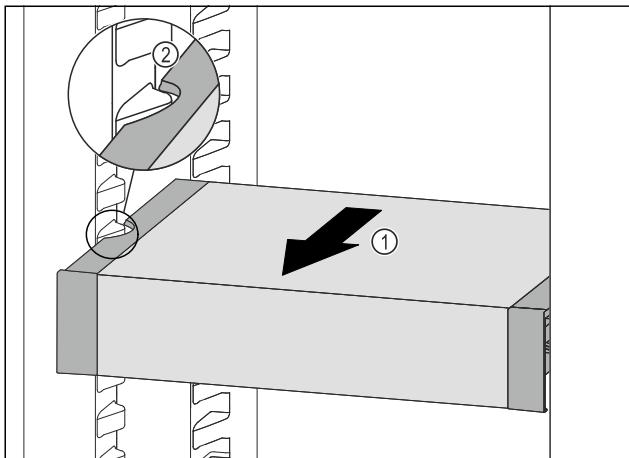

Fig. 91
- Trageți în față VarioSafe Fig. 91 (1), până când degajările laterale ale VarioSafe se află la înălțimea nervurii recipientului din frigider. Fig. 91 (2)